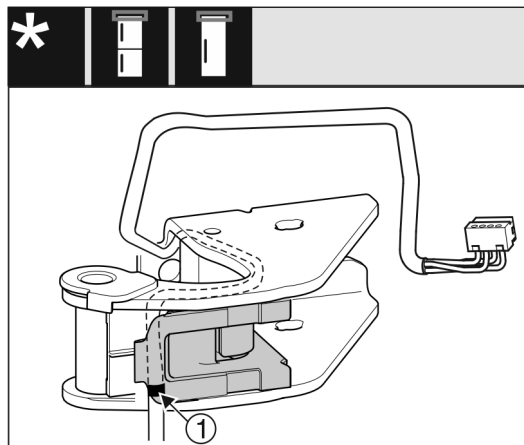

Fig. 19
- ▶ Το μεσαίο σημάδι πρέπει να βρίσκεται στην ακμή του στηρίγματος καλωδίων Fig. 19 (1).